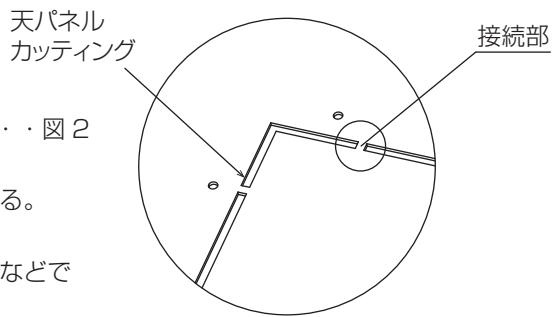

図2
1. 天パネル上部のカッティングの接続部(16カ所)を切断する。···図2